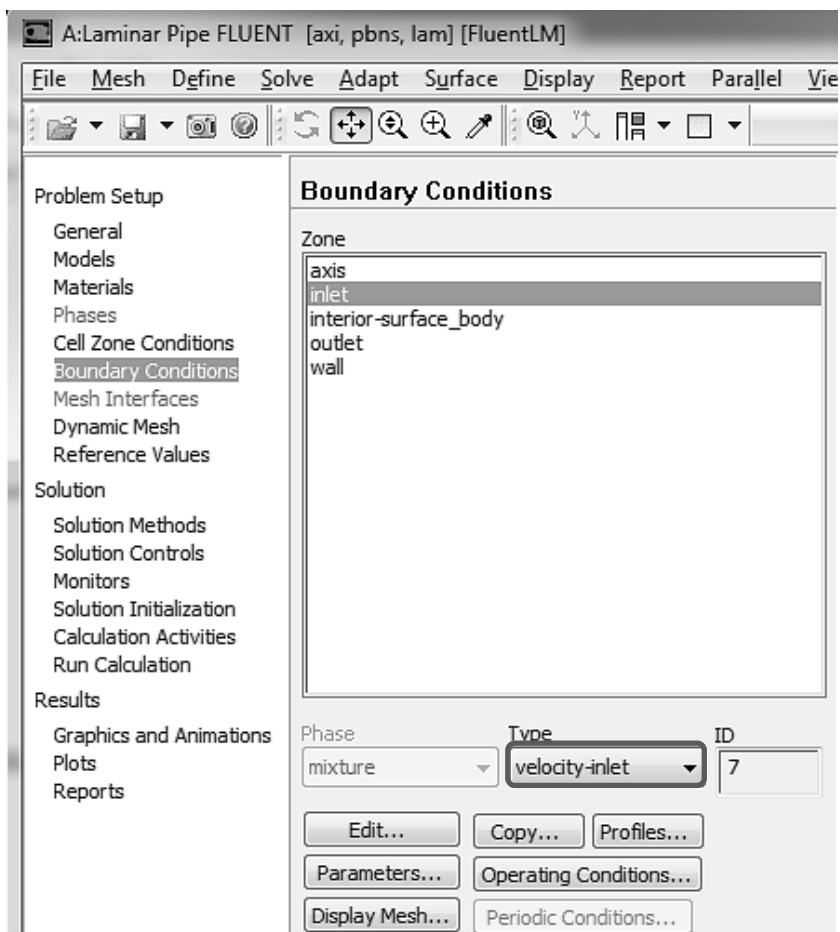

Рис. 1.43.
- 1) Задаем условия на входной границе: Boundary Conditions→Zone (Inlet)→Edit, рис. 1.43. Автоматически произойдет выбор значения velocity-inlet в разделе Type.